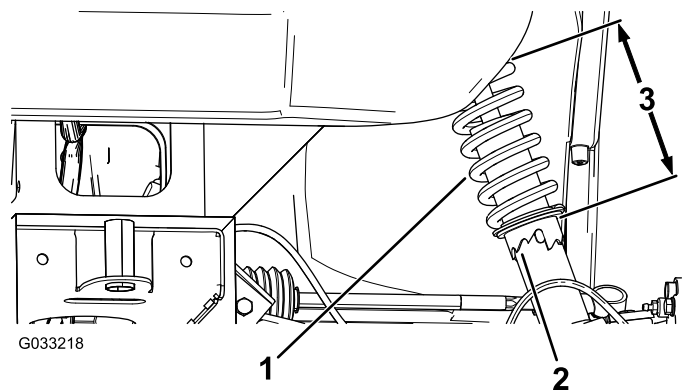

Figure 59
2. Si le carrossage des roues n'est pas correct, utilisez la clé à ergots pour tourner le collet sur l'amortisseur et orienter la roue correctement (Figure 59).